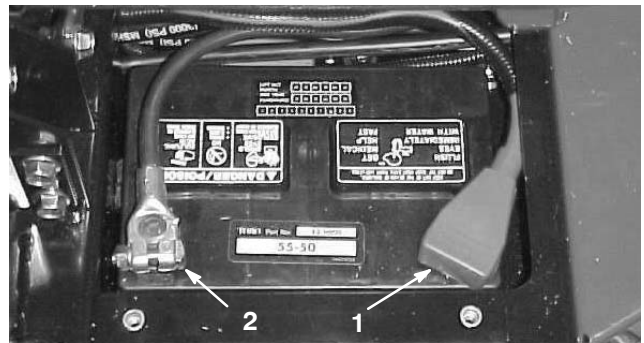

Figure 2
7. Raccordez le câble positif (rouge) de la batterie à la borne positive (+) et le câble négatif (noir) à la borne négative (-), et serrez les colliers à l'aide des vis et écrous (Fig. 2). Assurez-vous que le collier du câble positif (+) est bien engagé sur la borne de la batterie et que le câble est disposé tout près de la batterie. Le câble ne doit pas toucher le couvercle de la batterie. Placez le capuchon protecteur sur la borne positive pour éviter les courts-circuits.